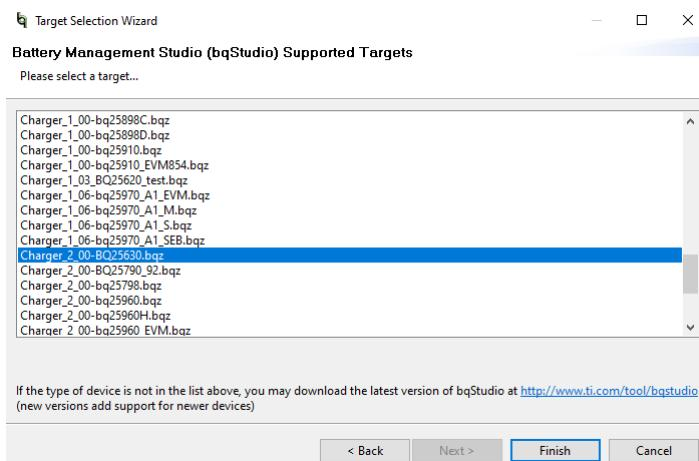

図 3-2. BQStudio チャージャ選択ウィンドウ (Charger_2_00 — bq25630.bqz を選択)
- 図 3-2 に示すウィンドウから、デバイス BQ25630 に基づいて適切な構成ファイルを選択します。